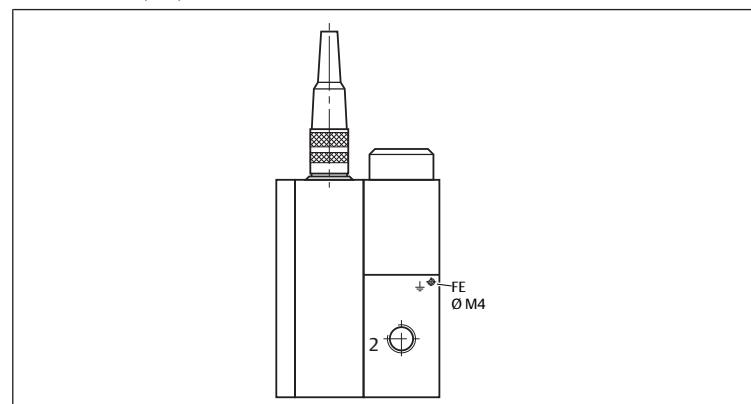

Fig. 2: Puesta a tierra de la carcasa de válvula
2. Conectar la carcasa de válvula a la toma de tierra (FE) a través de la conexión a tierra FE (\varnothing M4) con baja resistencia. Véase → Fig. 2.